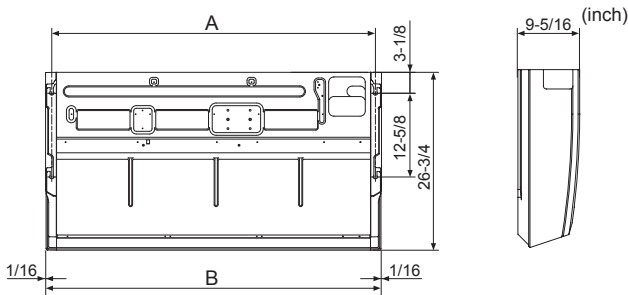

Fig. 3-2
①	Arandelas	4
②	Tapón de tubería	1 Tamaño grande (para la tubería del gas)
③	Tapón de tubería	1 Tamaño pequeño (para la tubería del líquido)
④	Bandas	4
⑤	Adaptador de junta	1 marcado "UNIT"
⑥	Tapón para el adaptador	1
⑦	Tapón para la tubería de drenaje	1
3.2. Preparación para la instalación (Fig. 3-2)